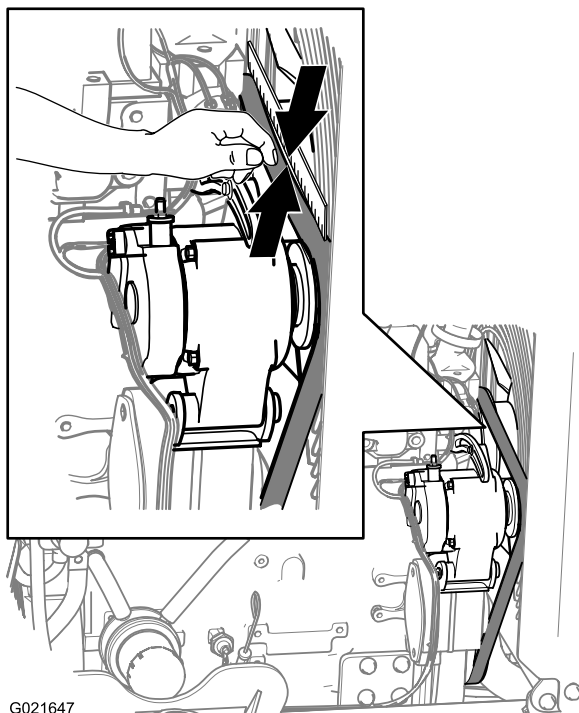

Figura 144
3. Inspeccione a correia quanto a cortes, rachaduras, fios soltos, graxa, óleo, torção ou sinais de desgaste anormal (Figura 144).
3. Posicione uma régua sobre a correia, entre as polias, como mostra a Figura 144.
4. Pressione a correia para baixo no ponto intermediário entre a polia do ventilador e a polia do alternador, como mostrado na Figura 144.